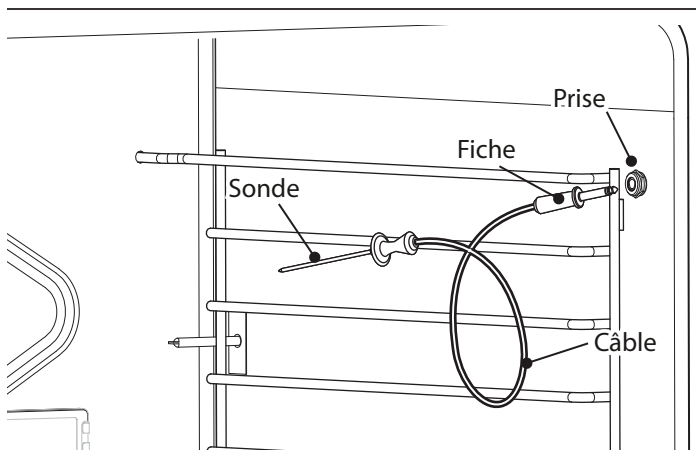

Figure 25 : Sonde thermique
1. Dans le four principal, ou dans le petit four sur certains modèles, localiser de la sonde (Figure 25).